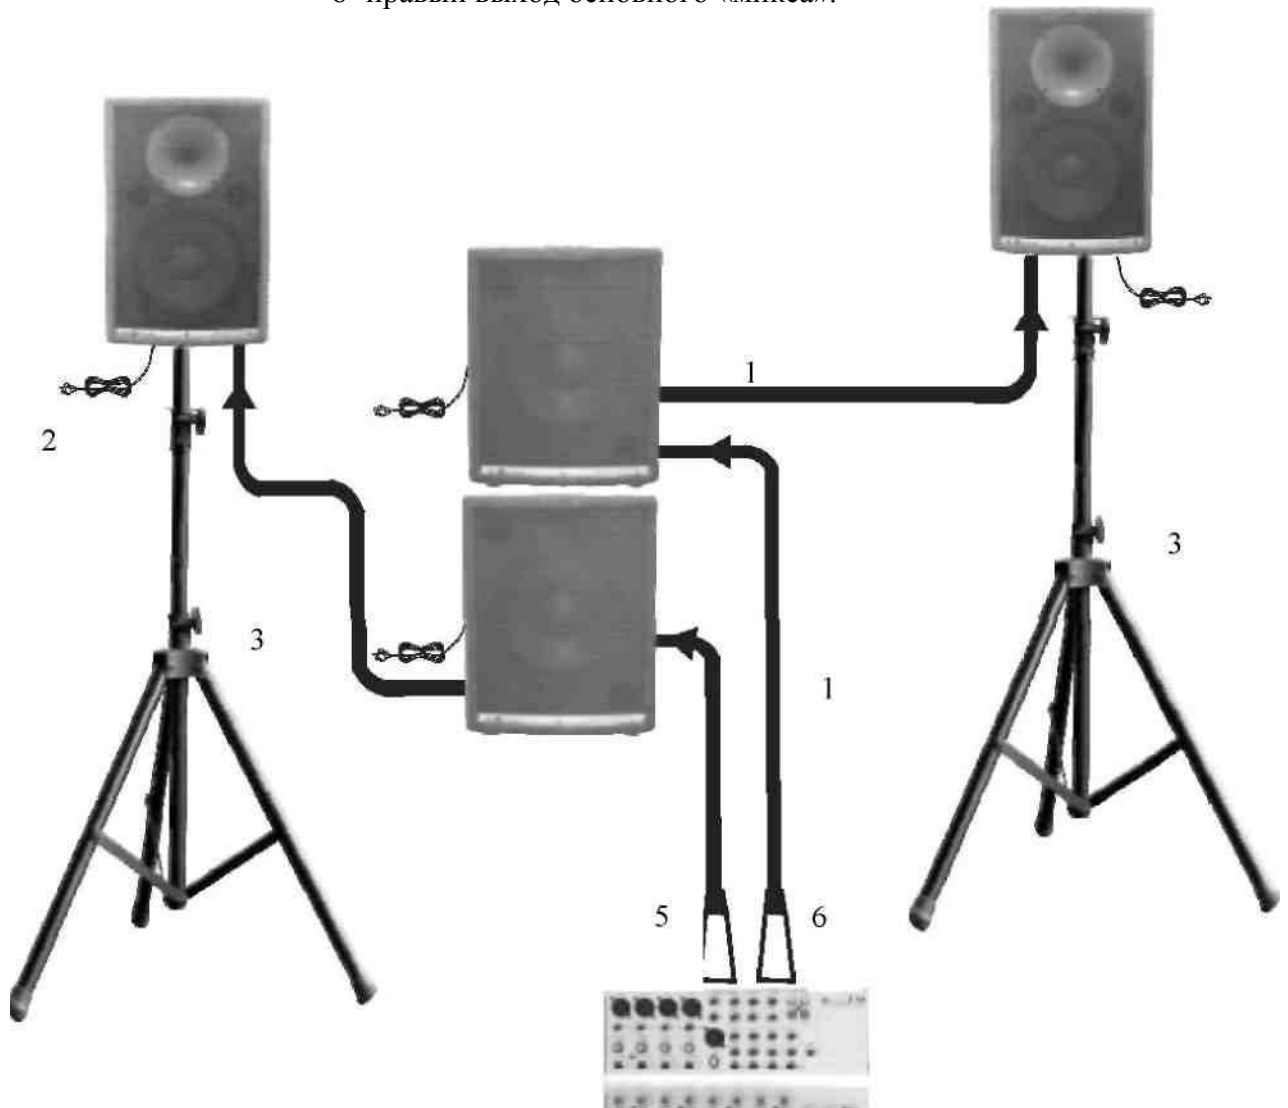

Рис.4
- 6) После пользования, сначала выключите активные колонки, а затем микшер (рис. 4).
Пояснения к рис.4: